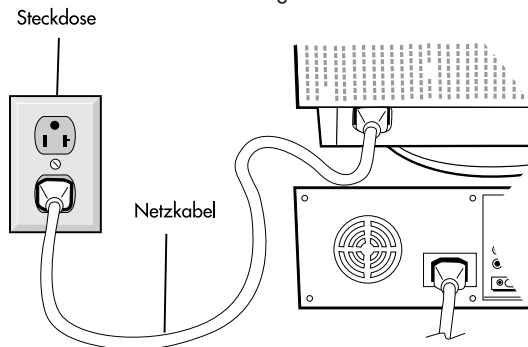

Abbildung C.1
5. Schließen Sie ein Ende des Netzkabels an den MultiSync Monitor der Serie FE an und stecken Sie das andere Ende in die Steckdose (**Abbildung C.1**).